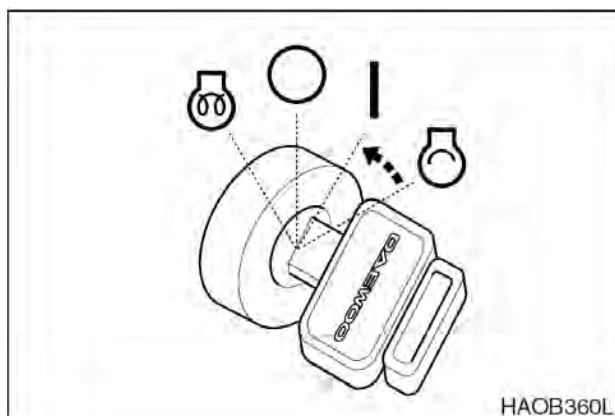

Рис. 13
6. После того, как двигатель запущен, отпустить ключ. Ключ вернется в положение "I" (Включен), рис. 13.